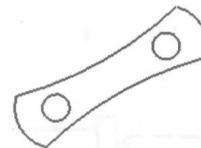

图1-30
3. 利用【Create】/【Arc】/【Create Circle Center Point】中心点绘制圆命令，绘制两个与圆弧同心的圆，并删除辅助线段，结果如图 1-30 所示。